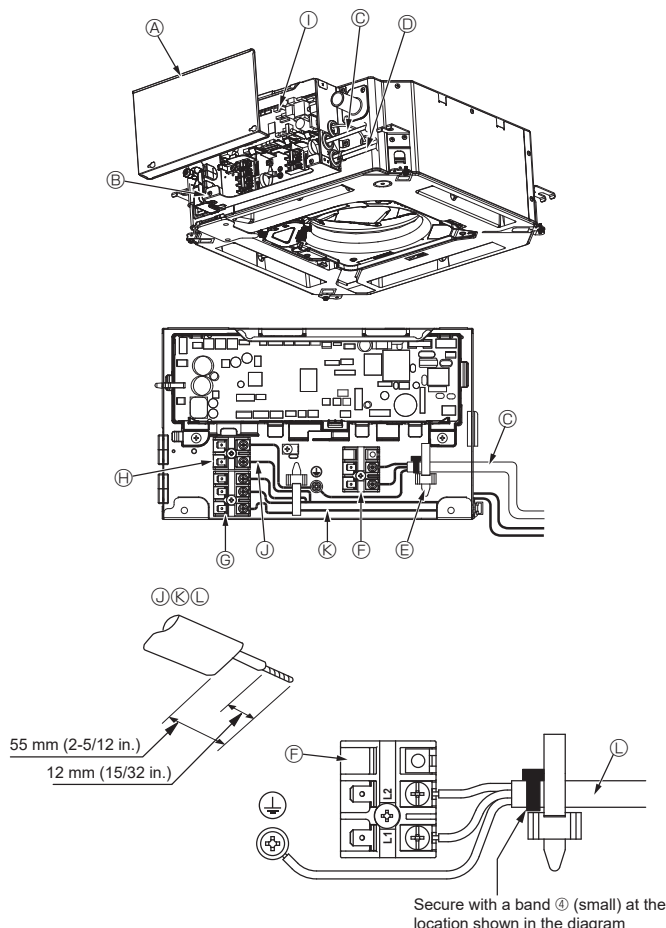
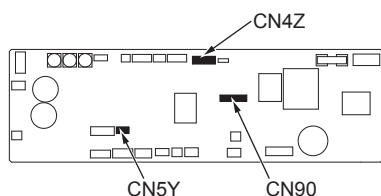
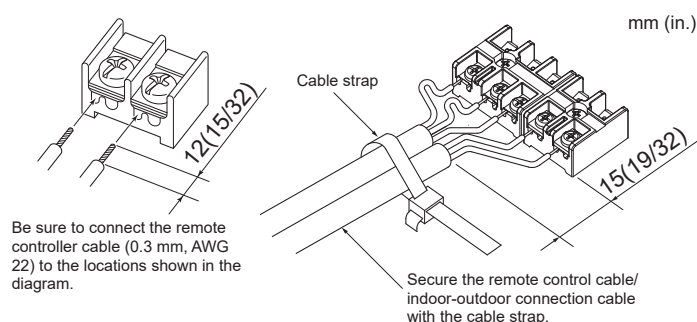

Fig. 4-1
Fig. 4-2
Fig. 4-3
4.2. Indoor unit (Fig. 4-1, Fig. 4-2, Fig. 4-3)